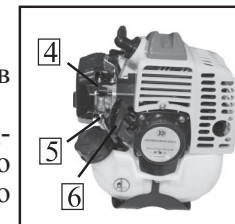

рис.9
б) 5-7 раз нажмите на кнопку насоса ручной подкачки топлива 5 (рис.9). Если топливо не наполнило колпачок, надавите на кнопку насоса ещё несколько раз;
в) Переведите рычаг воздушной заслонки 4 (рис.9) вверх в положение “Полностью закрыта”;
г) Несколько раз (обычно 2-3) сначала плавно (выбирая свободный ход шнура стартера), а затем энергично потяните шнур стартера за рукоятку 6 (рис.9) до тех пор, пока не убедитесь, что двигатель запустился;
е) Переведите рычаг воздушной заслонки 4 (рис.9) вниз в положение “Полностью открыта”.
7.1.3 Запуск “горячего двигателя”. При запуске прогретого двигателя нет необходимости полностью закрывать воздушную заслонку. Перед запуском прогретого двигателя установите рычаг воздушной заслонки 4 (рис.9) в положение “Частично закрыта” - среднее положение между “Полностью закрыта” и “Полностью открыта”. Далее запускайте двигатель как указано в п.7.1.2 (г-е).